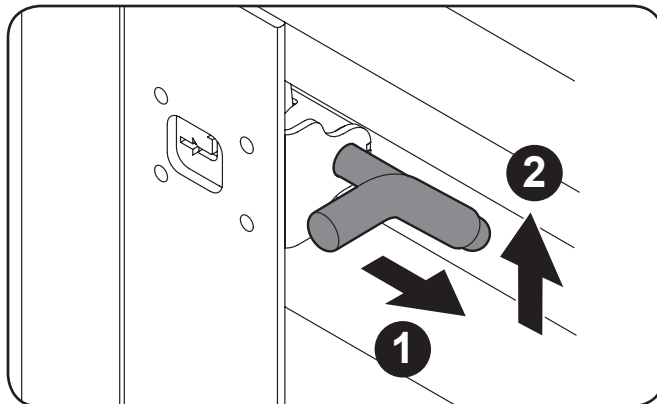

Figure 4-2
- Si le véhicule est équipé d'une benne en aluminium, déverrouillez le hayon comme indiqué à la Figure 4-2.
- Déverrouillez les loquets sur le hayon et sur les côtés de la benne. Voir Figure 4-2.